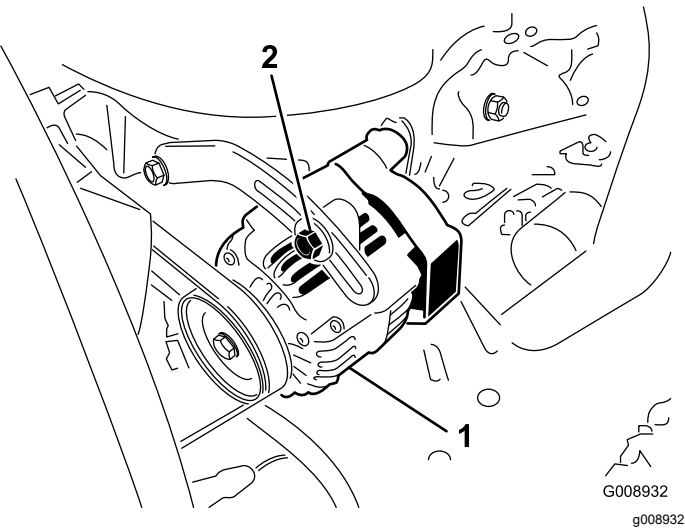

图 78
每操作 100 个小时后检查皮带的状况和张紧力 (图 78)。
- 2. 如果下压不是 10mm请松开发电机固定螺栓 (图 78)。